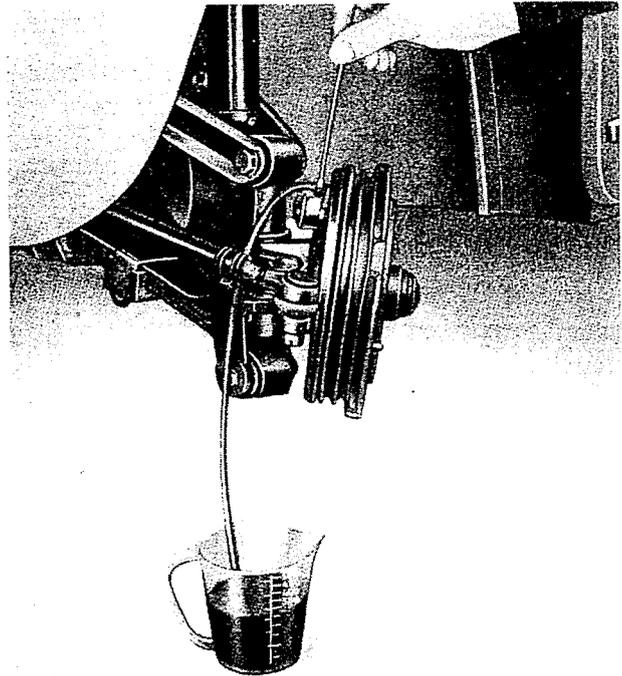

Abb. 298 - Entlüftung am linken Vorderrad.
- 2) Schlauch A. 10103 an die Entlüftungsschraube eines Radbremszylinders anschliessen und freies Schlauchende in das teilweise mit Bremsflüssigkeit gefüllte Glasgefäss eintauchen (Abb. 298).